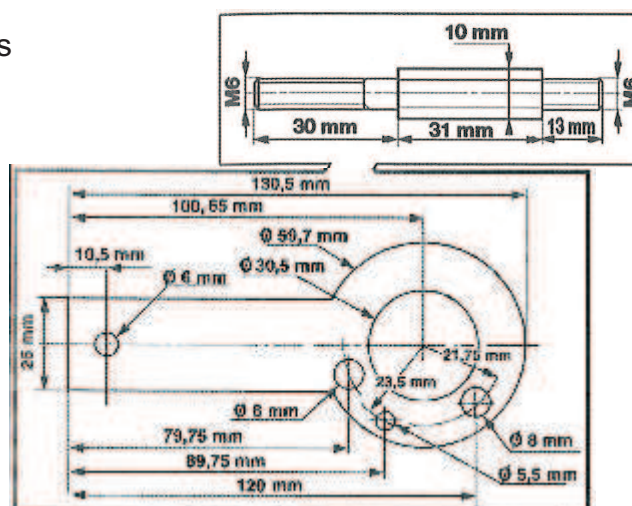

FIG. 2
- Útiles de calado del cigüeñal (FIG. 2)